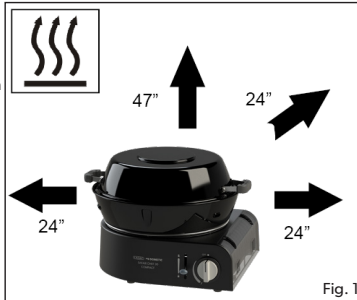

Fig. 1
- Asegúrese de que el aparato se utilice lejos de materiales inflamables. Las distancias mínimas seguras son: Sobre el aparato: 47", en la parte posterior y en los lados: 24" (fig. 1).